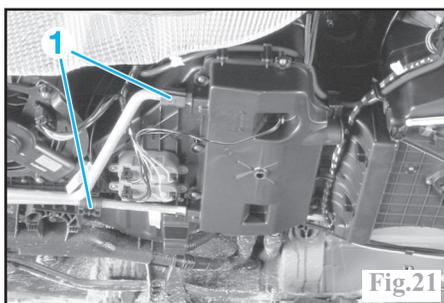

Fig.21
Déposer les deux colliers (1) (fig.21).